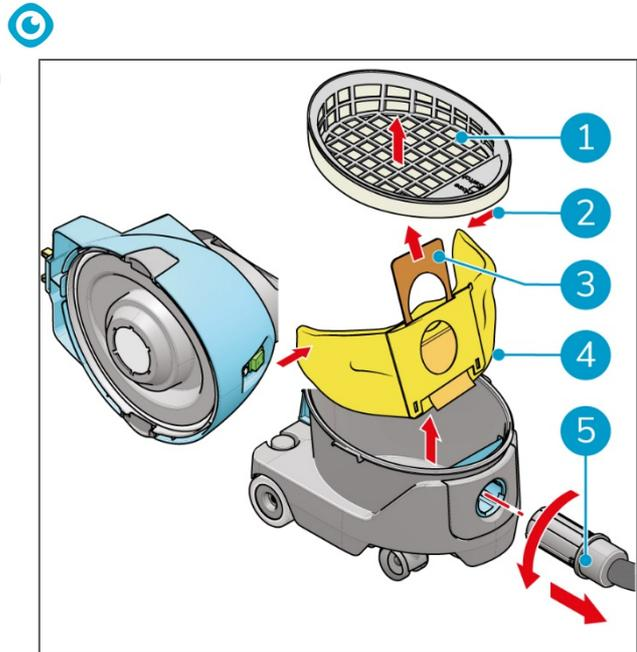

Figure 11
6. Faites tourner le tuyau (Figure 11, pos. 5) en sens antihoraire et retirez-le du raccord.
7. Retirez le sac filtrant (Figure 11, pos. 1).
8. Tirez sur la languette en carton (Figure 11, pos. 3) pour sceller le sac à poussière.
9. Pliez les extrémités du sac à poussière (Figure 11, pos. 2) l'une vers l'autre.
10. Retirez l'ancien sac à poussière (Figure 11, pos. 4).